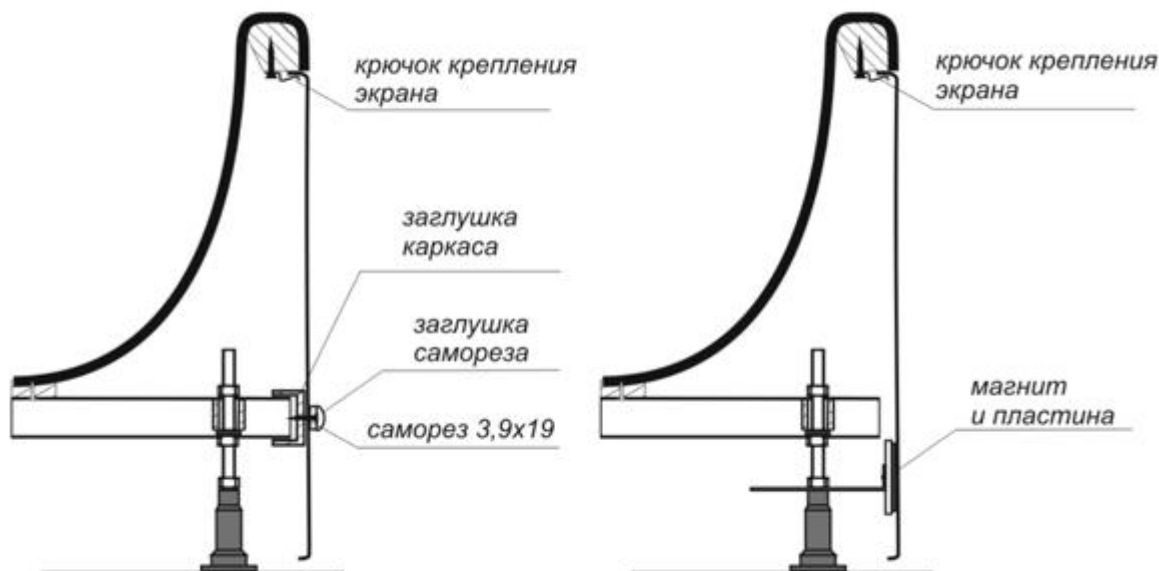

Рис. 1. Установка декоративной панели.
17. Установить декоративную панель (рис. 1).